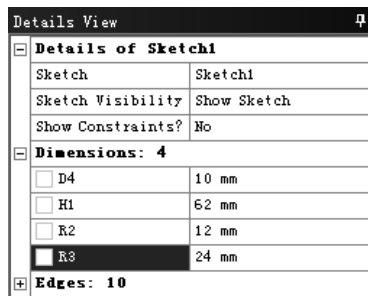

图 3.3.15 修改尺寸
(4) 修改尺寸。将尺寸修改为设计要求的尺寸，此时“Details View”对话框如图 3.3.15 所示，并在 **Dimensions** 窗口下单击  **Move** 按钮，调整尺寸至合适的位置。